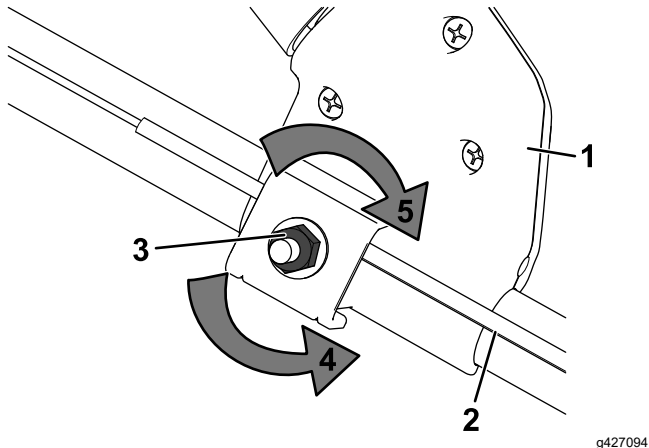

Figura 20
1. Gire la tuerca de ajuste en sentido antihorario para aflojar el ajuste del cable (Figura 20).
2. Ajuste la tensión del cable (Figura 20) tirando del mismo hacia atrás o empujándolo hacia adelante, y sujételo en esa posición.